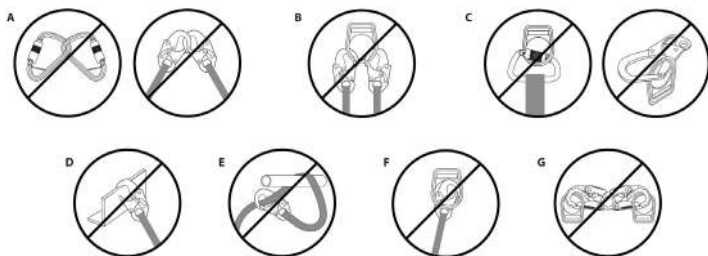

Figura 3 - Conexiones no compatibles
Utilice únicamente conectores de bloqueo automático con este equipo. Utilice únicamente conectores que sean adecuados para cada aplicación. Asegúrese de que todas las conexiones sean compatibles en tamaño, forma y resistencia. No utilice equipos que no sean compatibles, consulte la Figura 3. Asegúrese visualmente de que todos los conectores estén completamente cerrados y bloqueados. Los conectores están diseñados para usarse únicamente como se especifica en las instrucciones de usuario de cada producto.
3. Alinee el orificio de la SRL-R con la abertura circular en el soporte e insértelo a través del soporte como se muestra en la Figura 3.